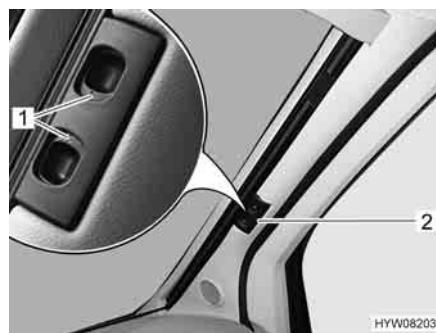

Fig. 44 Tendina oscurante pieghevole per il parabrezza
- Comprimere le levette di bloccaggio (Fig. 44,1) e mantenerle in questa posizione.
- Tirare la tendina oscurante pieghevole del parabrezza per la maniglia (Fig. 44,2) verso il centro della finestra.
- Spingere verso l'esterno le due metà della tendina oscurante pieghevole del parabrezza per la maniglia (Fig. 44,2) fino all'arresto.
- Rilasciare le levette di bloccaggio (Fig. 44,1) e mantenerle innestate.